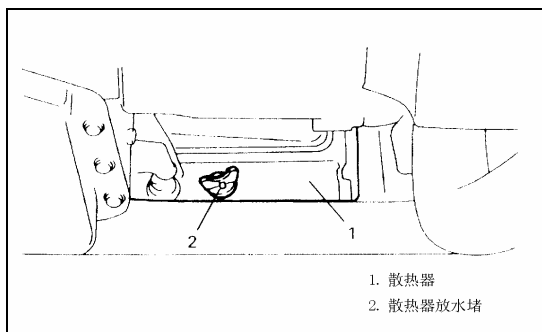

Рис. 4-20.
- 3). Слить жидкость из системы охлаждения двигателя соответственно описанию в главе «Система охлаждения», Рис. 4-20.